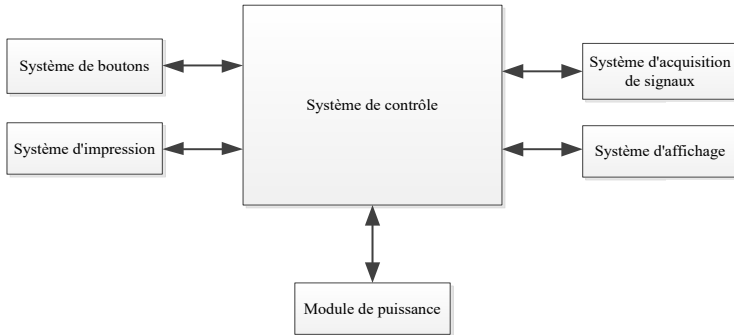

Figure 4-1 Schéma fonctionnel de l'unité de commande
(2) Le schéma fonctionnel principal est illustré à la figure 4-1.